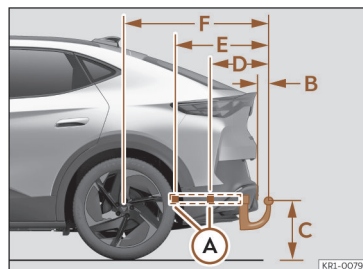

Fig. 179 Dispositivo de reboque: cotas e pontos de fixação.
A distância entre o centro da rótula e a estrada >>> **Fig. 179** (C) nunca poderá ser inferior à indicada. Isto rege também com o veículo a plena carga, incluindo a carga vertical máxima tecnicamente admissível sobre o acoplamento.